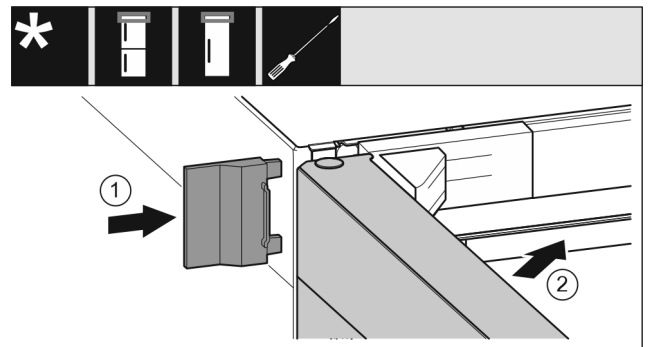

Fig. 22
- ▶ Buitenste afdekking erop schuiven. Fig. 22 (1)
- ▶ Bovenste deur sluiten. Fig. 22 (2)